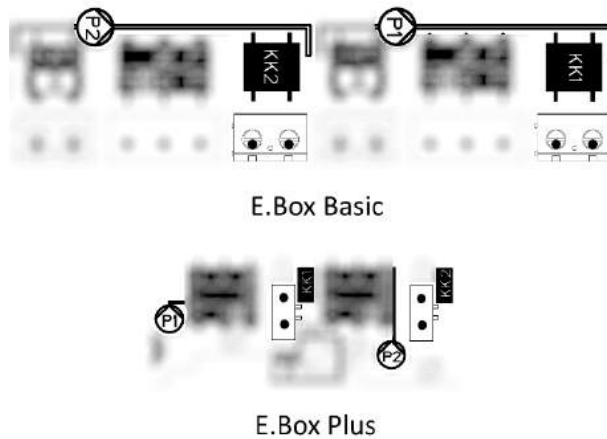

Abbildung 9: Eingänge Wärmeschutz KK
- **Motorwärmeschutz:** Die Vorrichtung hat einen Eingang für den Wärmeschutz jedes Motors. Wenn der verwendete Motor mit einem Wärmeschutz ausgestattet ist, kann dieser an die Klemmen KK angeschlossen werden, die in der Abbildung 9 gezeigt sind. Ist kein Wärmeschutz vorhanden, müssen die Klemmen überbrückt werden.